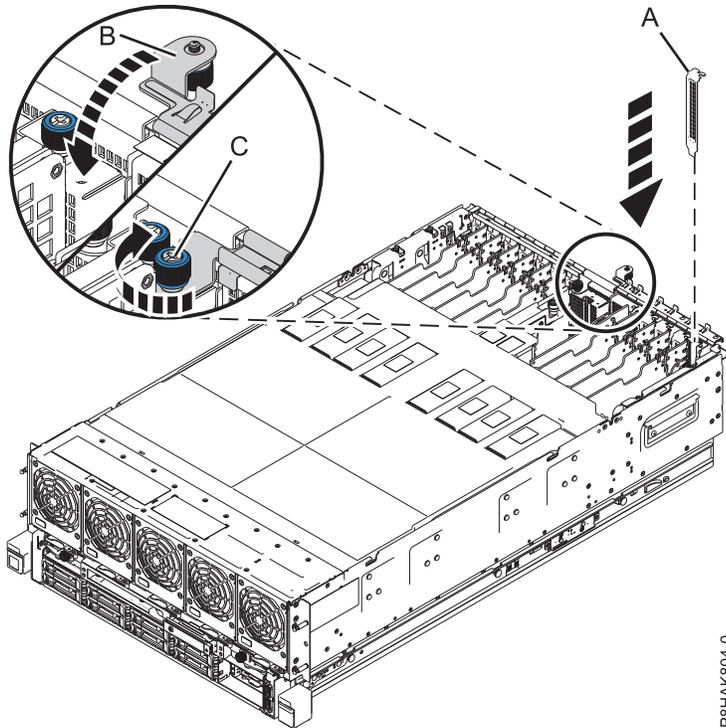

Figure 22. Installation d'un obturateur dans un emplacement de carte PCIe sur un système 8408-44E ou 8408-E8E
- a. Saisissez avec précaution la contre-poupée d'obturation et alignez l'obturateur avec l'emplacement et son connecteur sur le fond de panier du système, comme illustré sous (A) dans la figure 22, à la page 34.
- c. Fermez le support de fixation d'E-S en le faisant pivoter vers le bas en direction du système (B). Voir figure 22, à la page 34.
- d. Vissez la vis captive moletée du support de fixation d'E-S dans le sens des aiguilles d'une montre (C), comme illustré dans la figure 22, à la page 34.